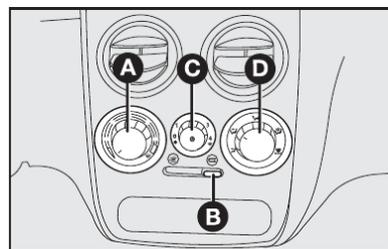

fig. 42
COMANDOS - fig. 42
4) Ligar o ar-condicionado apertando o seletor a partir da posição 1 C-fig. 42 (a luz-espia no seletor irá acender).